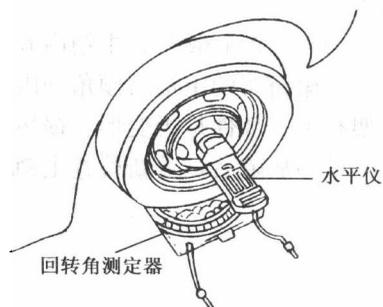

图 1-2 水平式车轮定位测试仪
1) 将水平式车轮定位测试仪装到被测车轮的轮毂上, 如图 1-2 所示。
3) 将水平式车轮定位测试仪装在前轮轮毂上 (图 1-2)。测量主销内倾角和后倾角, 需将前轮向左和向右偏转一定角度 (通常设定为  $20^{\circ}$ ) 来配合完成, 其车轮偏转角度的大小由回转角测定器控制。